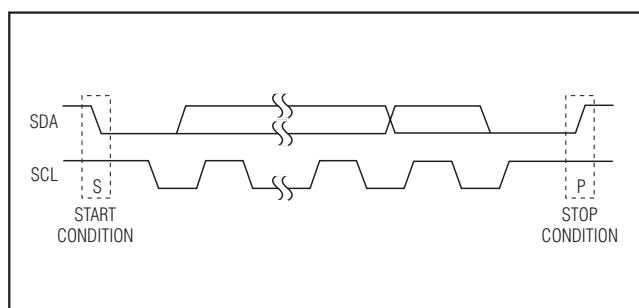

图2. START和STOP条件
每次传输过程包括：主机发送一个开始(START)条件，接下来发送MAX7327的7位从地址和R/W位，或多个数据字节，最后发送停止(STOP)条件终止传输(图2)。
串行接口空闲时，SCL和SDA均保持高电平。主机通过发出START (S)条件指示传输开始，START条件是在SCL为高时、SDA由高至低的跳变产生的。主机完成与从机的通信时，主机发出STOP (P)条件，STOP条件是在SCL为高时、SDA由低至高的跳变产生的。之后，释放总线，以进行下一次传输(图2)。